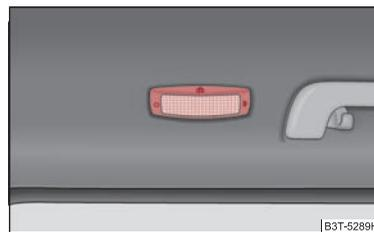

Abb. 56 Ausschnitt des Dachhimmels: Leseleuchten hinten
- Drücken Sie das Abdeckglas im Bereich des Symbols  ⇒ Abb. 56.